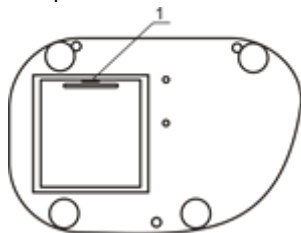

Рисунок 1.
- (для **DEN-1B**) Установка батареек. Вставьте плоскую острую булавку в отверстие (рис. 1/1) в дне прибора и откройте держатель батареек. Разместите батарейки, как показано на схеме в держателе.